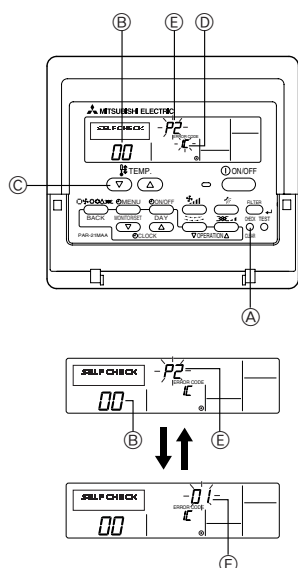

Fig. 7-2
7.3. Auto-vérification (Fig. 7-2)
- ① Mettre sous tension.
- ② Appuyer deux fois sur la touche [CHECK] (vérification).
- ③ Régler l'adresse du réfrigérant à l'aide de la touche [TEMP] lors de l'utilisation de la télécommande du système.
- ④ Appuyer sur la touche [ON/OFF] (marche/arrêt) pour arrêter l'auto-vérification.